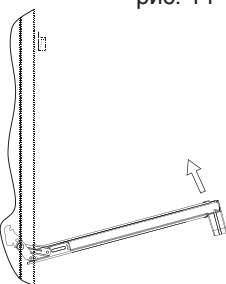

рис. 15
2. Прикрыть дверцу до упора, не прикладывая усилия, пока упоры не зафиксируют шарниры (рис. 15);